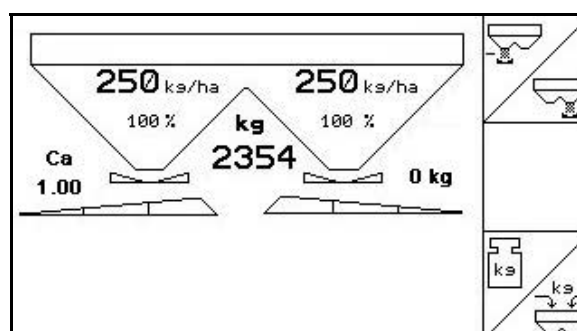

Fig. 37
- La începerea împrăștierii, porniți calibrarea online în meniul de lucru (Fig. 37).